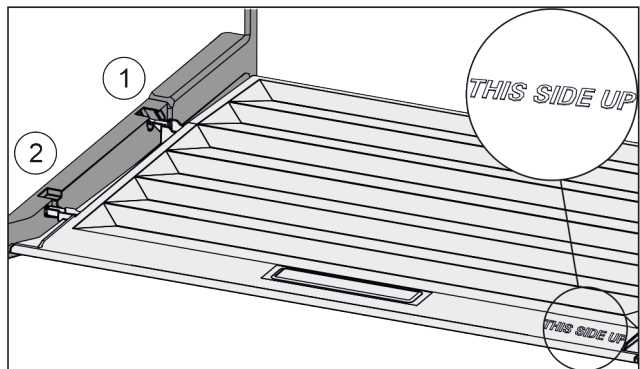

Fig. 54
- ▶ Dekselranden via de opening van de achterste houder Fig. 54 (1) aanbrengen en van voren in de houder Fig. 54 (2) klikken.